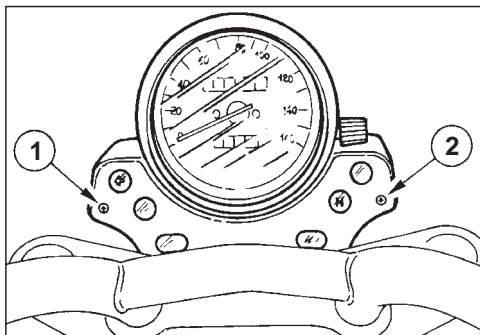

Fig. 42
- ◆ Per accedere alle lampade spia, smontare la parte superiore blocco spie, svitando le due viti di fissaggio (1-2 - Fig. 42).